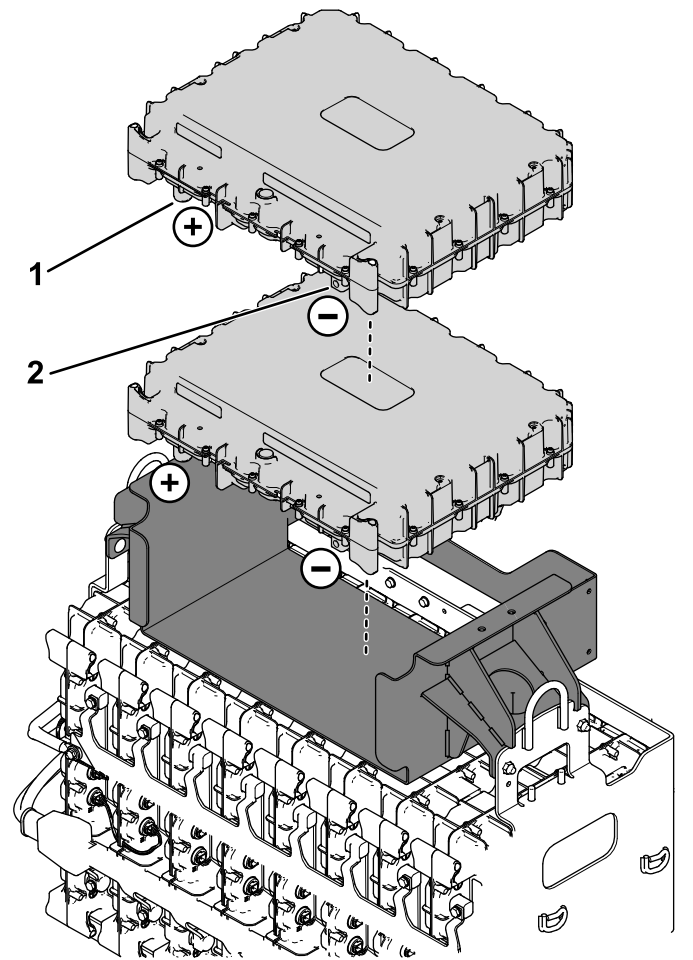

Bild 2
1. Setzen Sie die beiden Akkus in das Akkufach ein (Bild 2).